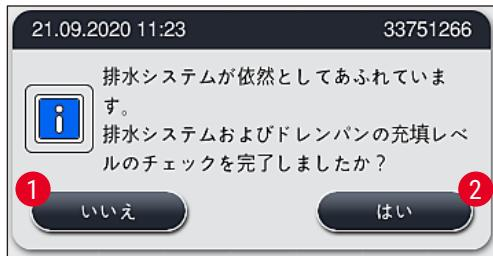

図 126
- 5 分後、さらにクリーニングを行ったのに、まだ詰まりがある場合は、メッセージ（→「図 126」）が表示され、まだ水位が高すぎることがユーザーに通知されます。「いいえ」（→「図 126-1」）を押すと、待機時間をさらに 5 分間延長し、さらにクリーニングを試みることができます。この 2 度目の時間でさらなるクリーニングを行ってうまくいくと、1 の項で記載したように状況は解決済みとなります。クリーニング対策のために追加時間が必要な場合は、再び「いいえ」（→「図 126-1」）を押します。この時間は複数回繰り返すことができます。あらゆるクリーニングを試みたにもかかわらず、詰まりが取り除けなかった場合は、「はい」（→「図 126-2」）を押すと、意図的な中止プロセスが開始します。次の 3 と 4 の項を参照してください。